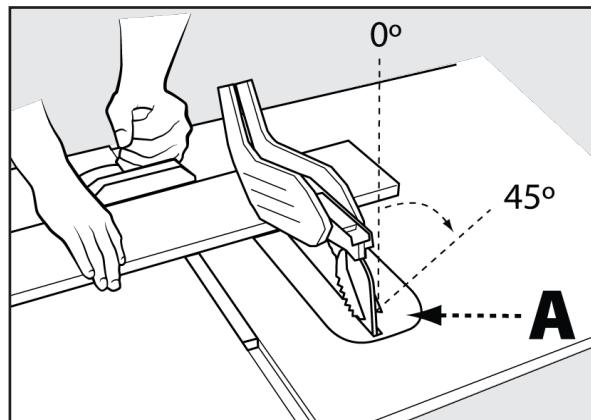

FIGURE 31
La coupe transversale en biseau est identique à la coupe transversale simple, sauf que l'angle de biseau (A) est réglé sur un angle autre que 90° . Lors d'une coupe transversale en biseau, placez le guide à onglets dans la fente droite de sorte que la lame soit inclinée à l'opposé du guide et des mains. Voir Figure 31.